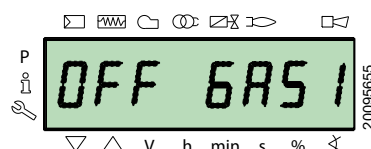

Abb. 41
- Gasbetrieb **“OFF GAS1”** (Abb. 41)